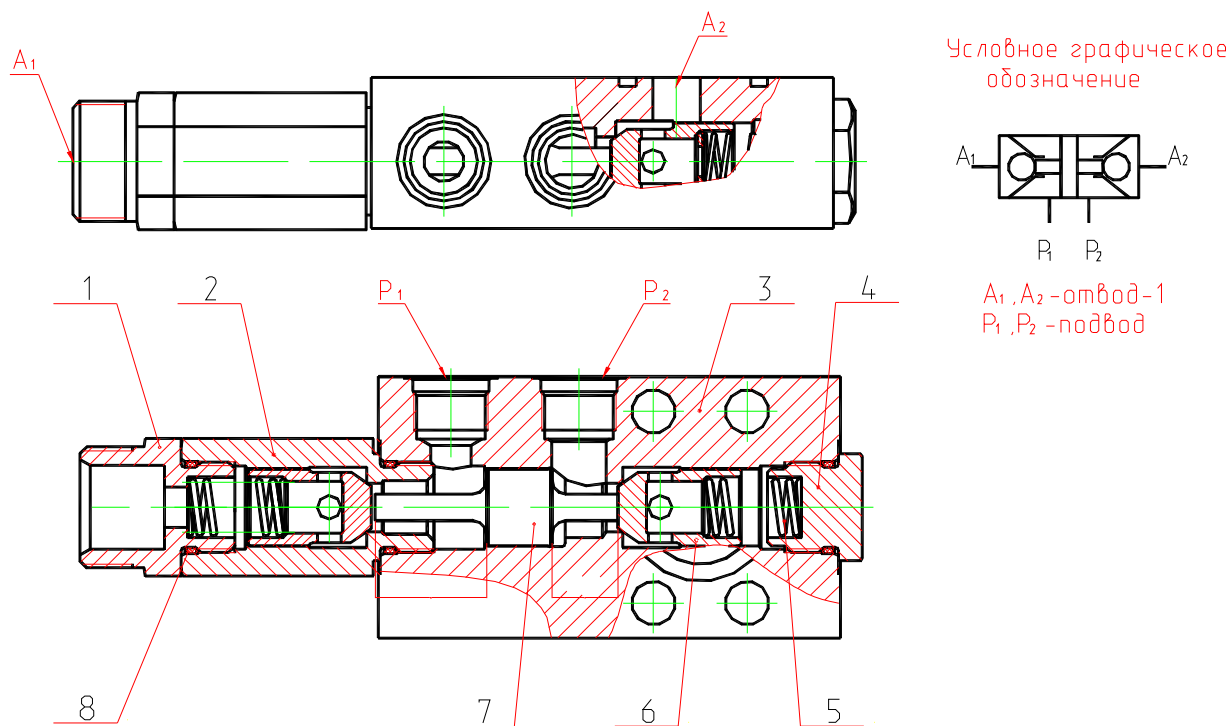

Рис. 53 Гидрозамок
15. ГИДРОЗАМОК (рис. 53)
Общий вид гидрозамка показан на рис. 53.